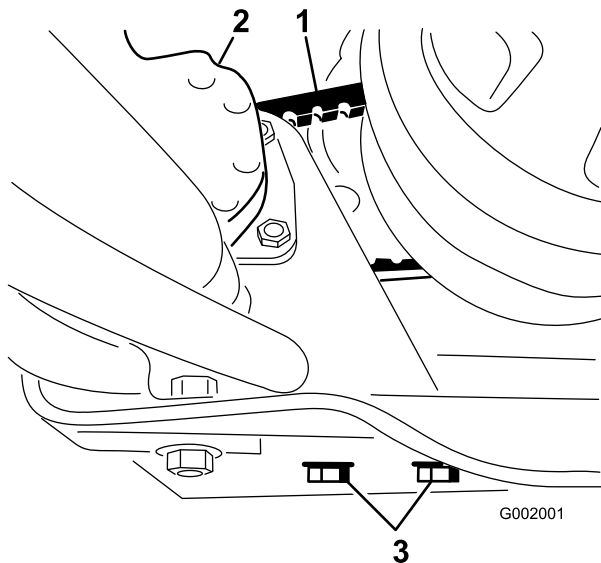

Figura 67
2. Afloje los pernos de montaje de la bomba de dirección (Figura 67).